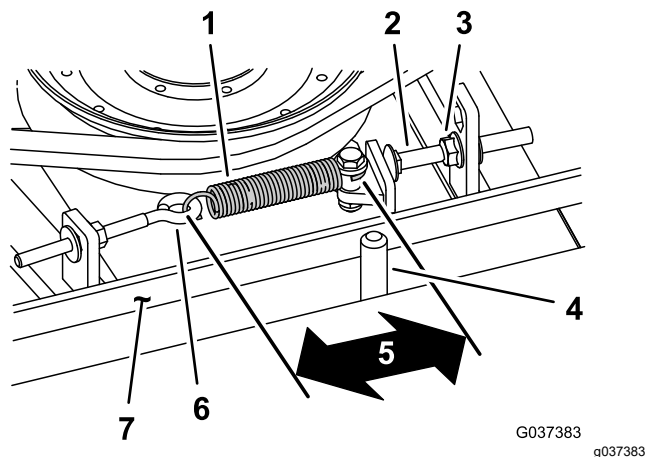

Figura 115
Cuando está correctamente tensado, la longitud en el interior del muelle de extensión (entre ganchos) debe ser de 8,3 cm a 9,5 cm aproximadamente. Una vez que haya obtenido la tensión correcta del muelle, ajuste el perno de tope (perno de cuello cuadrado) hasta que quede aproximadamente 2–5 mm de holgura entre la cabeza del perno y el brazo tensor (Figura 115).
Nota: Asegúrese de que la correa está colocada en el lado del muelle de la guía de la correa (Figura 115).
2. Afloje el perno de ojal (Figura 115).
3. Afloje la tuerca con arandela prensada que fija el perno de tope a la pestaña de montaje, y aparte la polea tensora de la correa (Figura 115).
9. Conecte el muelle de extensión (Figura 115) al perno de ojal y tense la correa de la siguiente manera: